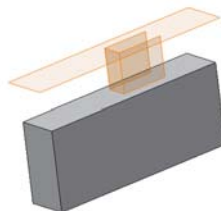

图 3-8 拉伸形成曲面
(5) 还可选择开放的截面轮廓, 该截面轮廓将延伸它的两端直到与下一个平面相交, 拉伸操作将填充最接近的面, 并填充周围孤岛 (如果存在)。这种方式对部件拉伸来说是不可用的, 它只能形成拉伸曲面, 如图 3-8 所示。